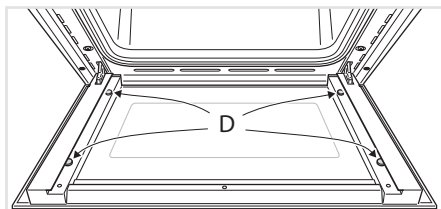

Fig. 6.9a
- Verificare che i 4 distanziatori "D" siano nella loro posizione (fig. 6.9a).